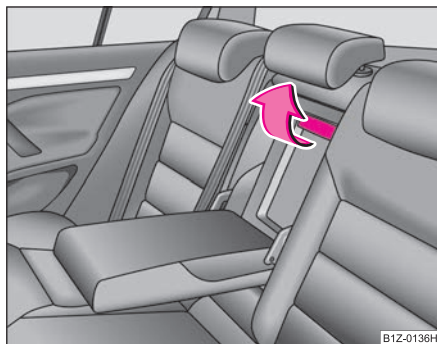

Fig. 109 Scaunele din spate: Mânerul capacului
- Trageți mânerul până la limită în sus și rabatați capacul în jos ⇒ fig. 109.